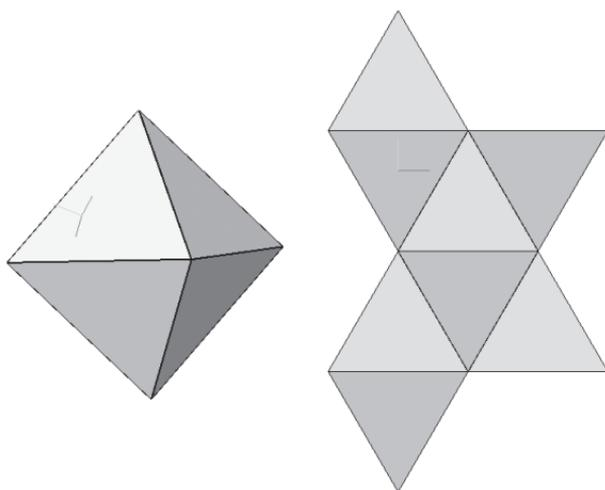

Рис. 394. Октаэдр
- на строке **Меню** выберите **Вид**, после щелчка ЛКМ раскроется диалоговое окно, укажите **Скрыть эскизы** (рис. 394).